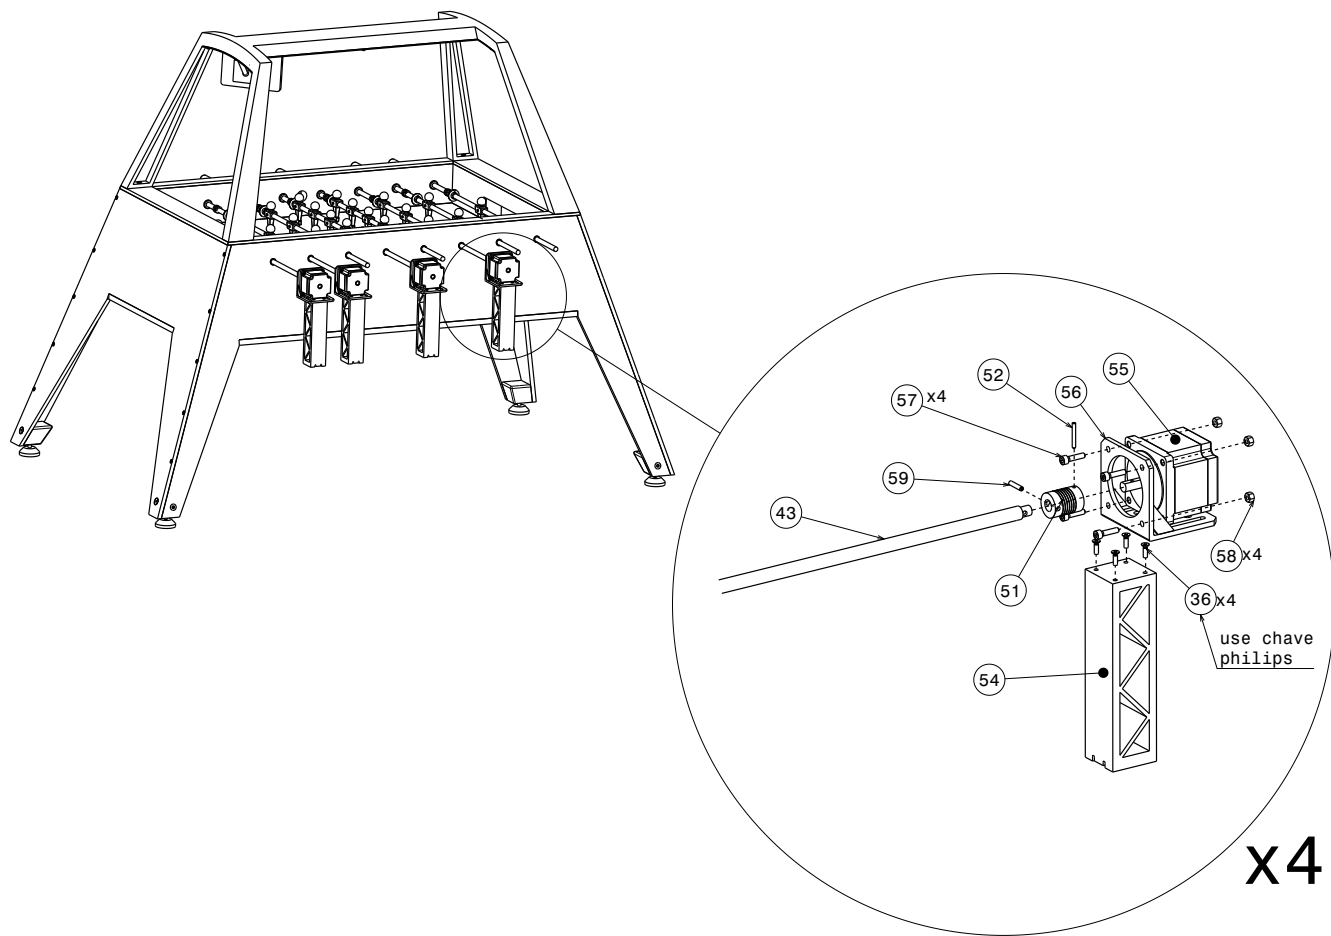

Figura 11 – Passo 11
No lado do jogador robô, primeiro montaremos o suporte do motor e depois encaixaremos à estrutura. Com a estrutura móvel de suporte do motor em mãos, parafusa-se o suporte do motor NEMA 34 (56) usando 4 parafusos Fenda M3.5x5(36) para cada suporte. Depois disso, parafusa-se o motor NEMA 34 (55) usando 4 parafusos Allen M6X25(57) e uma porca M6 (58) para cada parafuso. Para fixar o conjunto na estrutura, parafusa-se a parte de baixo da treliça no trilho deslizante móvel (38) com 2 parafusos Allen M6X16 (53). Por fim, o acoplamento (51) será usado como intermédio entre o motor, já encaixado no suporte, e as hastes do jogador robô. Para encaixar o motor no acoplamento, usa-se 1 parafuso Allen sem cabeça M4X24 (52) para cada motor e para encaixar o acoplamento na ponta da haste, usa-se 1 parafuso Allen sem cabeça M5X25(59), figura 11.